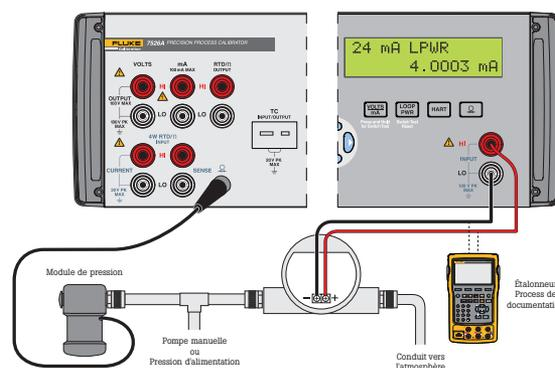

Figure 4. Connexion du module de pression, de la source et du transmetteur.
1. Effectuez les connexions nécessaires vers le module de pression, la source de pression et le transmetteur de pression comme indiqué en Figure 4. Les connexions doivent être étanches pour un étalonnage correct. Branchez le High Side (H) et assurez-vous que le Low Side (L) communique avec l'atmosphère.